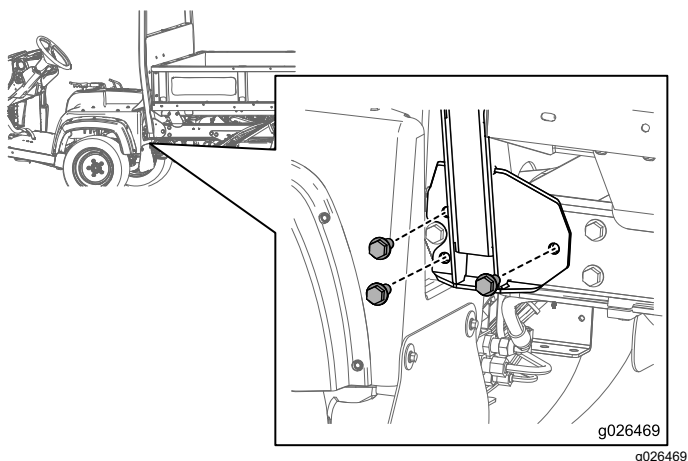
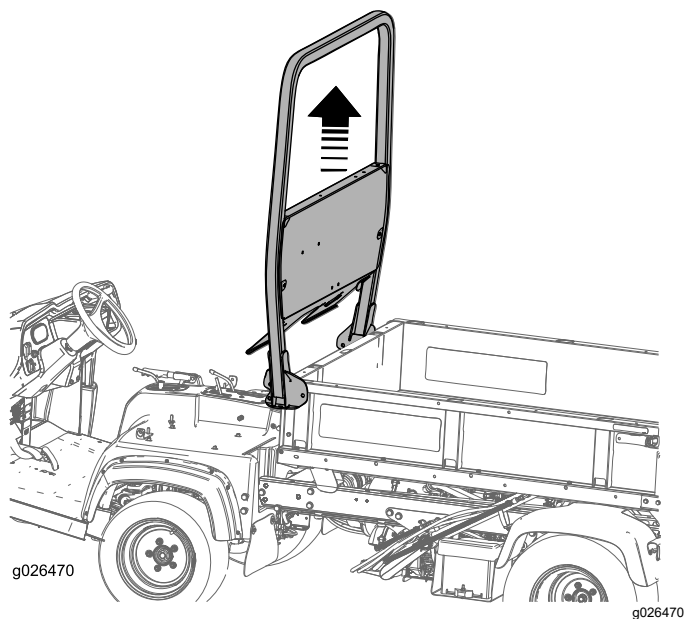

Figura 9
Figura 10
1. Îndepărtați cele 6 uruburi care fixează ansamblul ROPS pe cadrul mainii, așa cum este indicat în Figura 9 și Figura 10.